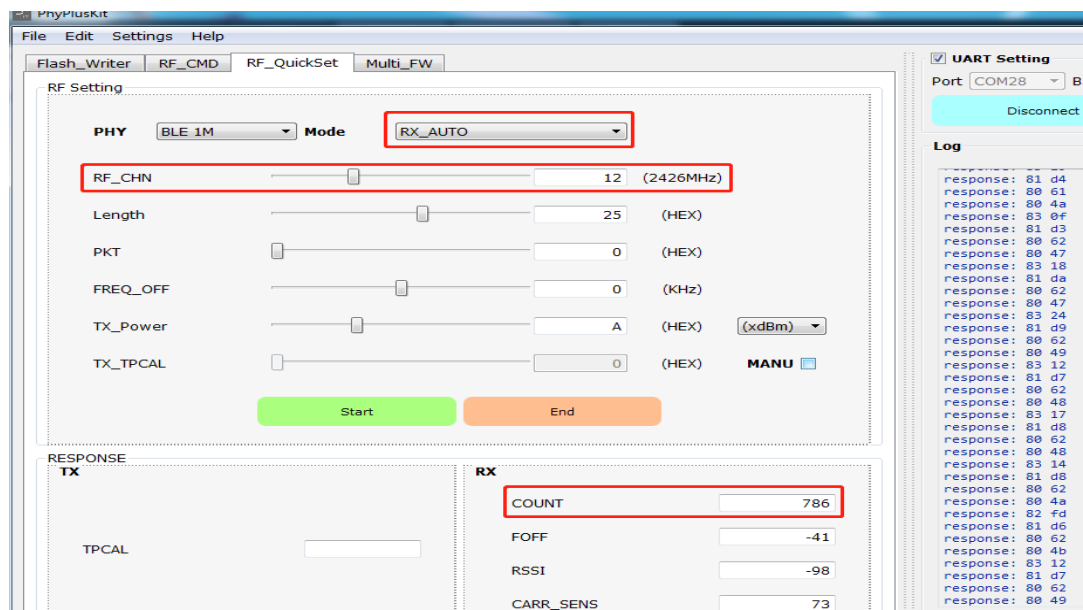

图 4
2.5.2. 将 DUT 用 UART 连接电脑, 将 TM 拉低(无 TM 脚的型号忽略这步), 并复位 DUT, 会返回如下图 4 的 log, 意味进入了 DTM 定频测试模式, RF 端口跟仪器 ROHDE&SCHWARZ SMJ 100A 连接;